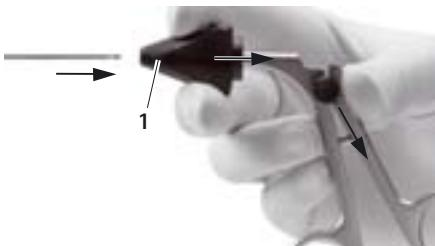

Abb. 8
- Drehstern **1** bis zum Anschlag zurückziehen und halten, siehe Abb. 8.